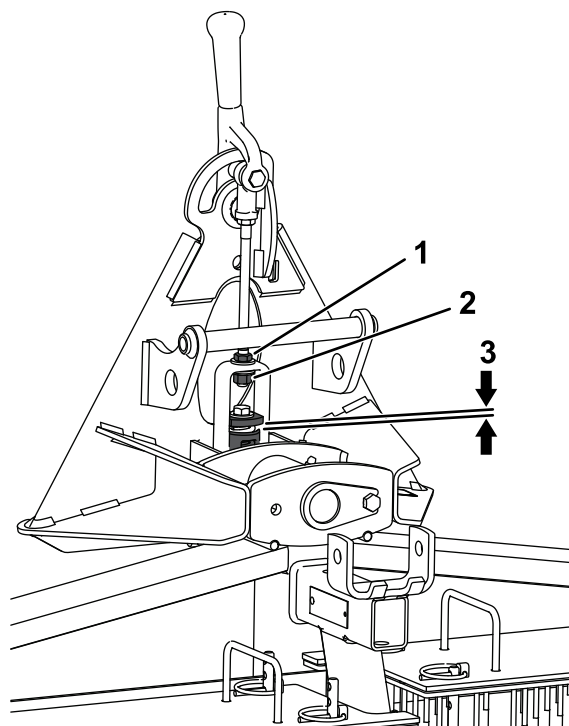

図 4
2. 図 4に示すように、上面のワッシャからアタッチメントアダプタのリンクアセンブリのスペーサまでの距離を測る。